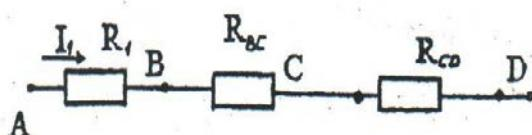

Рисунок 9 - Электрическая схема
Схема принимает вид, приведенный на рис. 9.
3. Переходя от схемы к схеме в обратном порядке, найдем остальные токи. Так как схема, изображенная на рис. 9, представляет последовательное соединение участков AB, BC, CD, то на основании первого свойства этого вида соединения следует, что